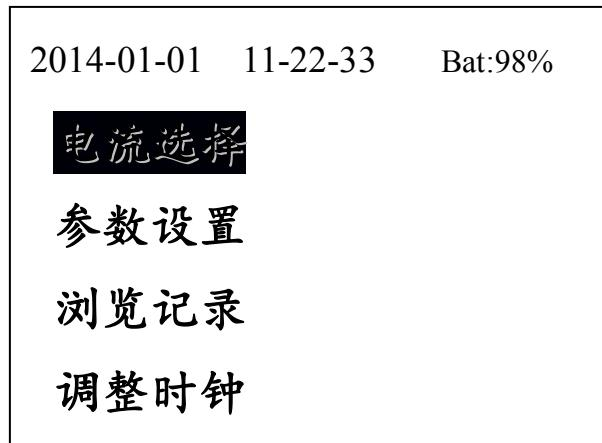
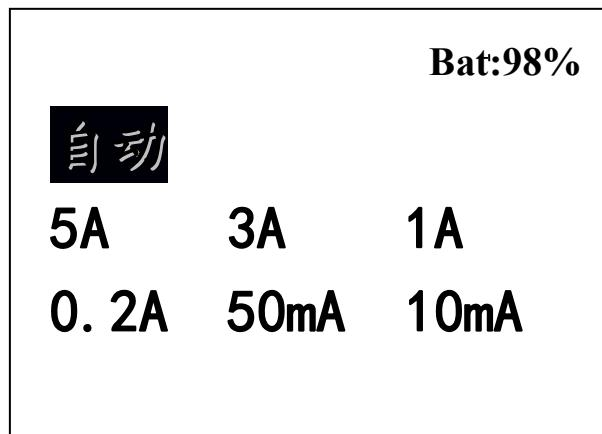

图 2
图 3
9. “充电”仪器内部电池充电指示, 插上AC220时, “充电”灯亮, 表示仪器电池充电。开机主菜单和电流选择菜单显示电池电量“Bat:98%”, 如图2, 图3。当电量低于40%时, 数字变成红色, 提示充电。
仪器自检后进入主菜单，如图 2
1) **选择电流：**进入此菜单，如图 3
测量结束后，按“取消”返回上一级菜单。仪器放电完毕后如图 4，返回图 3 菜单。